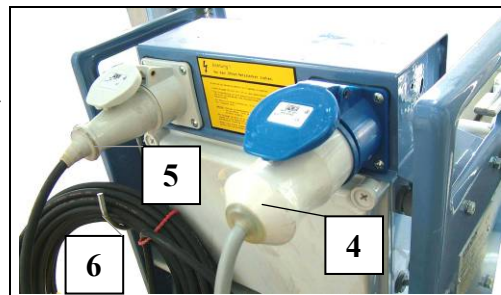

Fig. 32 Aansluitstrook van de lier
- De overtollige kabel zorgvuldig oprollen en inhangen aan de haak (Fig. 32 pos. 6). - Anders bestaat er ongevalgevaar door te blijven hangen of beschadiging van de kabel.